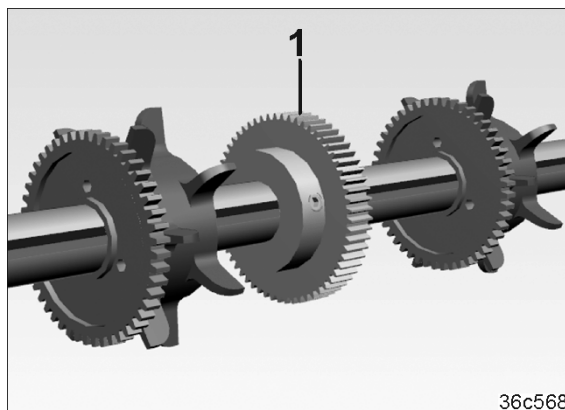

Рис. 252
8. Установіть шестерню (Рис. 252/1) на висівальний вал для бобових.